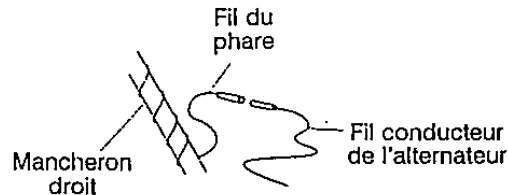

FIGURE 11
1. Enroulez le fil du phare autour du mancheron droit jusqu'à ce que le fil puisse être branché dans le fil conducteur de l'alternateur, sous le réservoir d'essence. Voir la figure 11.